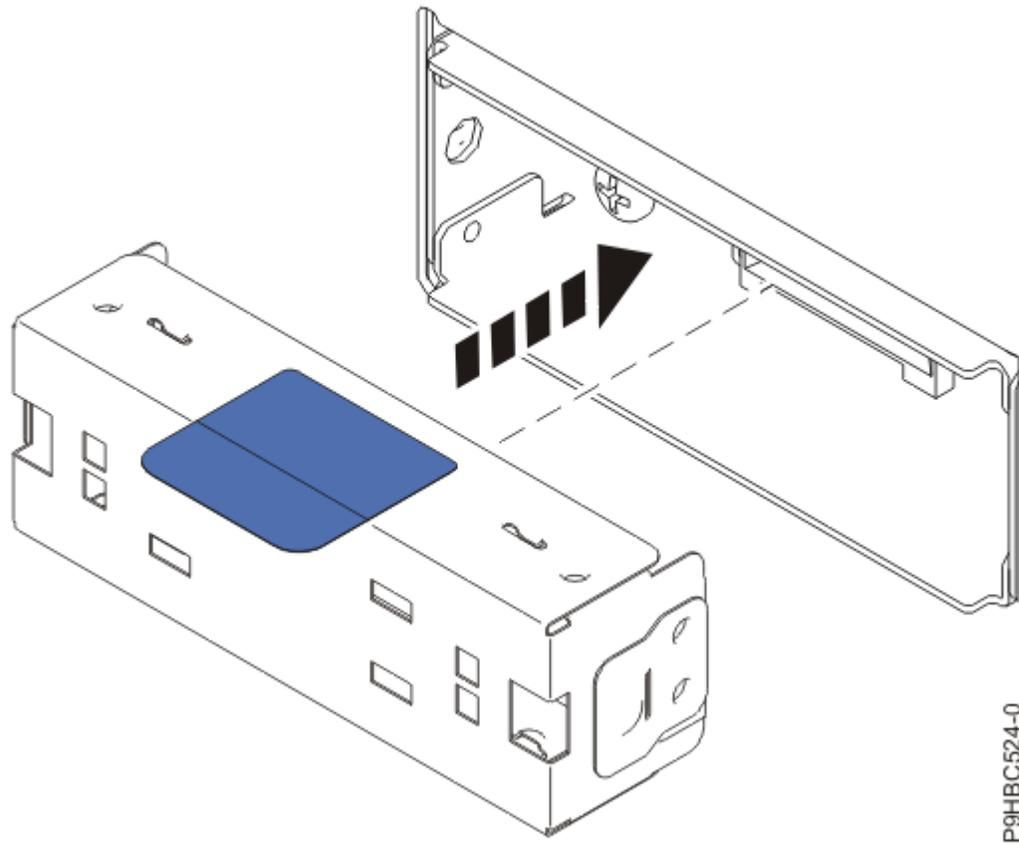

Figura 43. Inserción de un panel de relleno de la pantalla
3. Si está desplazando la pantalla del panel de control a otro sistema, sustituya la pantalla por un panel de relleno tal como se muestra en la Figura 43 en la página 45.